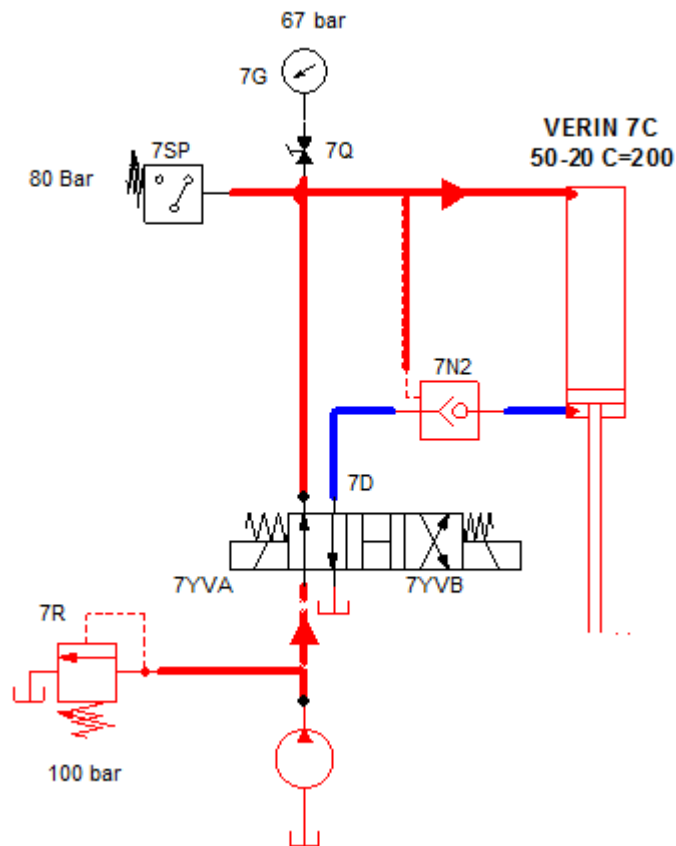

Fig. 1
**Q2.1- Cocher** dans le tableau les pressions en tenant compte du schéma (Fig1).